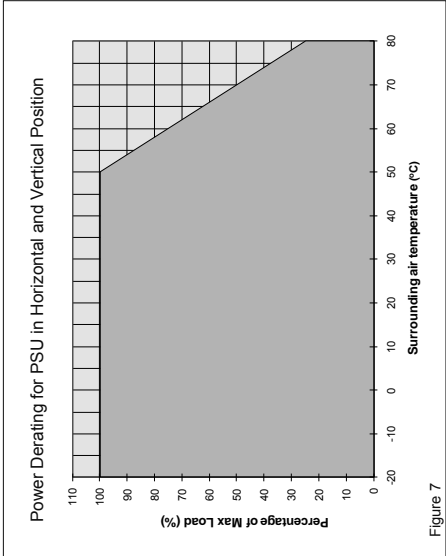

Figure 7
5.4. Temperaturverhalten (Abb. 7)